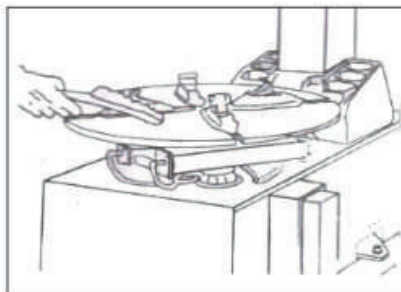

Fig. 26
- Utilize óleo diesel para limpar as garras da mesa giratória e o seu guia e utilize graxa à base de lítio para lubrificar (Fig 26)